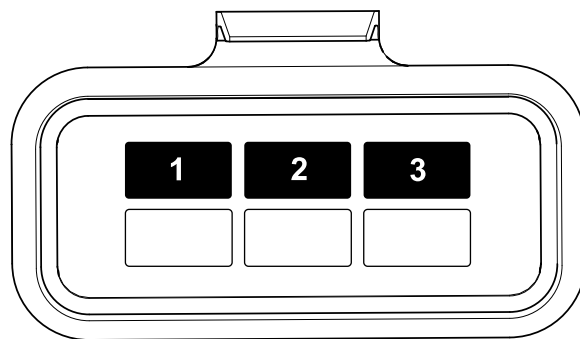

Figure 32
3. Vérifiez les fusibles dans le porte-fusibles (Figure 32).